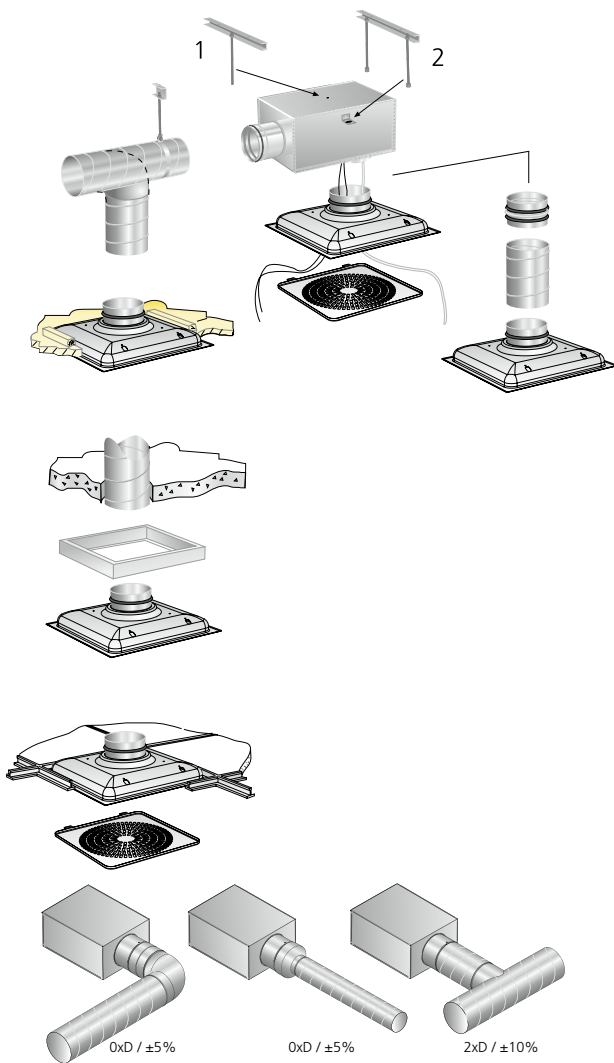

Abb. 3. Montagealternative für Anschlusskasten ALS. Siehe das Produktblatt für REACT ALS für Montagealternativen mit aktivem Anschlusskasten.
- Der Abstand zwischen Anschlusskasten und Luftauslass kann mit gewöhnlichem rundem Spirokanaal bis zu einer Länge von 500 mm verlängert werden, ohne dass Messschlauch und Klappenstellvorrichtung verlängert werden müssen, siehe Abbildung 3.
- Messgenauigkeit und Anforderungen an eine gerade Strecke vor dem Anschlusskasten, siehe Abb. 3.
- Abb. 3 zeigt einen Bogen, eine Durchmesserverjüngung und ein T-Stück.